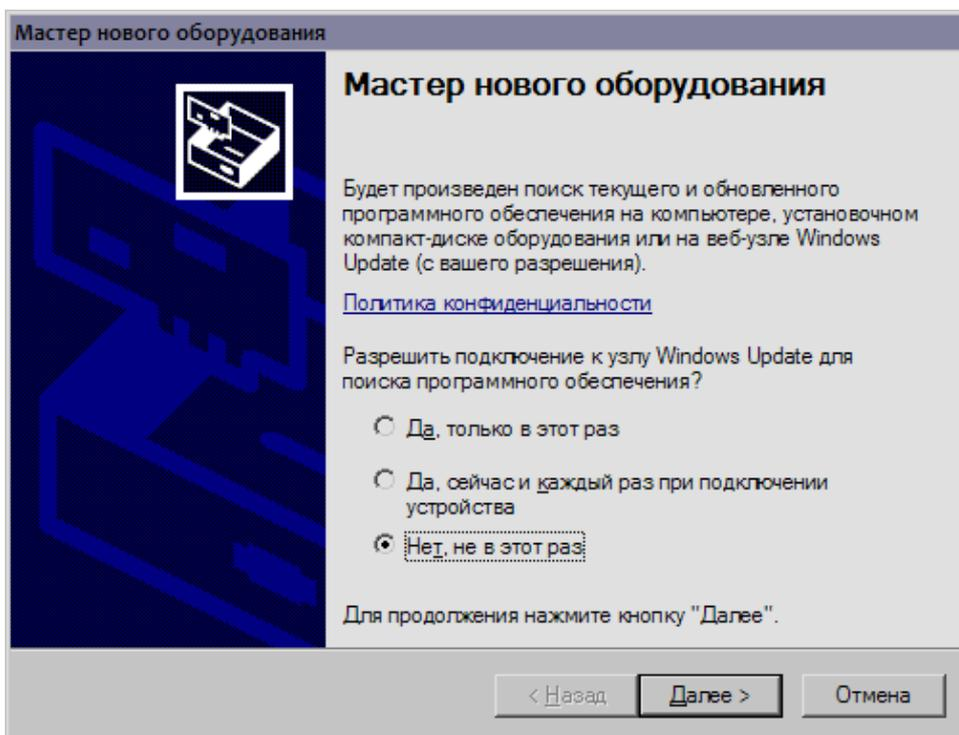

Рисунок 25 – Окно "Мастер обнаружения нового оборудования"
1. После включения питания операционная система компьютера обнаружит новое устройство и появится окно "Мастер обнаружения нового оборудования" (рис.25).